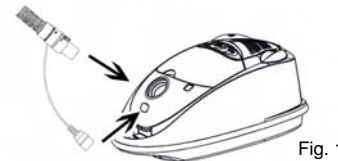

Fig. 1
1. Insérez le boyau souple dans l'entrée d'air. Poussez-le jusqu'à ce que vous entendiez un « clic » vous indiquant qu'il est verrouillé en position. (Fig. 1)
2. Branchez le cordon d'alimentation à son réceptacle sur l'aspirateur. (Fig. 1)